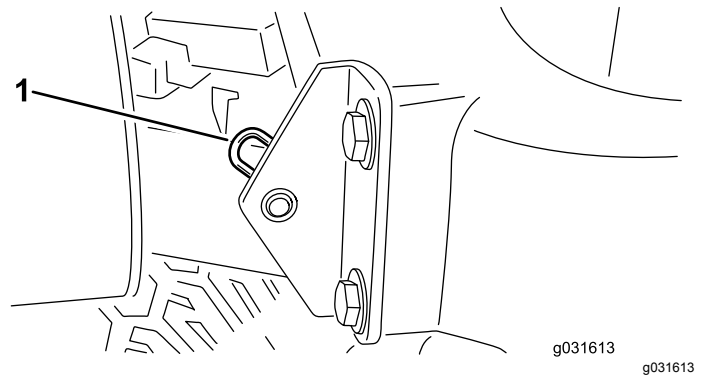

Figura 55
2. Tire o perno de gancho que fixa a articulação do capot aos suportes de montagem (Figura 55).